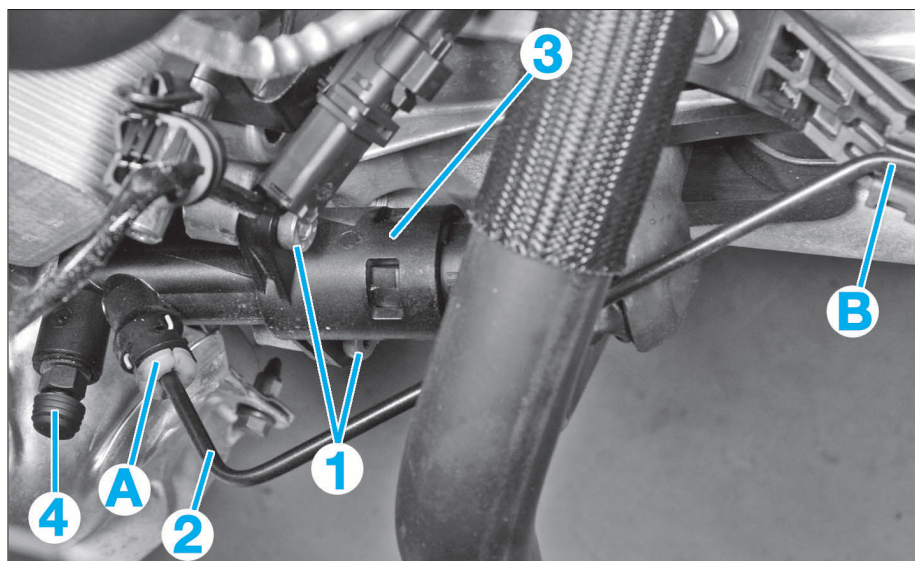
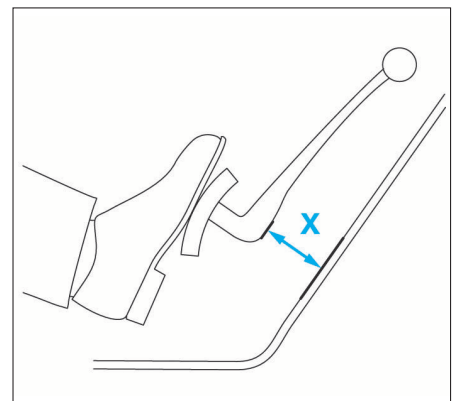

FIG. 6
FIG. 9
- Déclipper le tuyau en "B" (Fig.6).
- Accoupler un tuyau transparent sur la vis de purge (4) (Fig.6).
- Ouvrir la vis de purge (4) jusqu'à ce qu'il n'y ait plus de pression dans le circuit.
- Vérifier qu'un début de friction du mécanisme d'embrayage apparaisse à une côte (X) supérieure ou égale à 35 mm (la côte X est donnée à titre indicatif) (Fig.9).